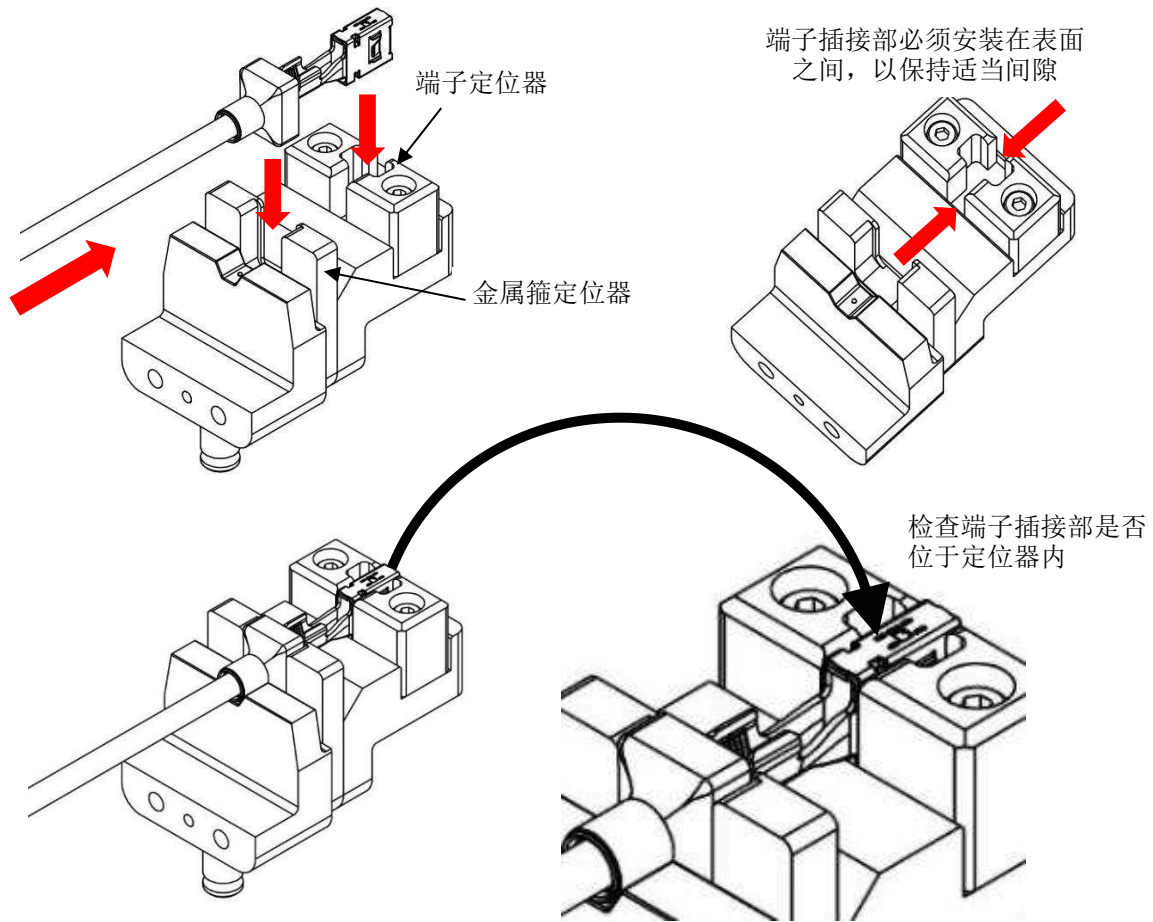

图 3
- 端子插接部放入端子定位器。**注意：**端子插接部应安装在标识的表面内，以确保保持适当间隙和定向（请参阅图 3）。